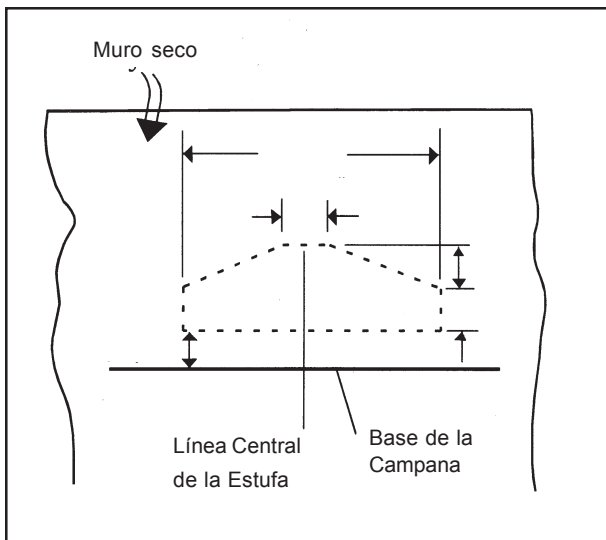

Figura 5
11. Dirección de Descarga: La descarga horizontal requiere un recorte de la pared como se indica en la Figura 5, para proporcionar un espacio libre para la transición. El lugar del recorte se determina por la altura de instalación de la campana.
3. Para la descarga horizontal, use la Figura 5 para la geometría del recorte que se requiere para el espacio libre de la transición.